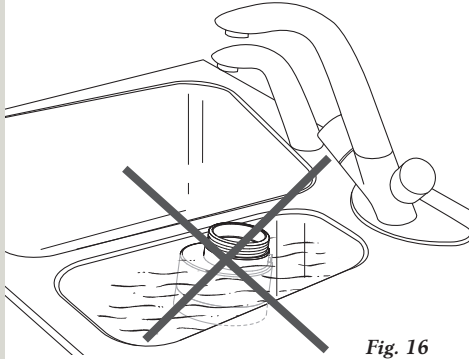

Fig. 16
- Sänk inte ned vattenbehållaren i vatten. (fig. 16)